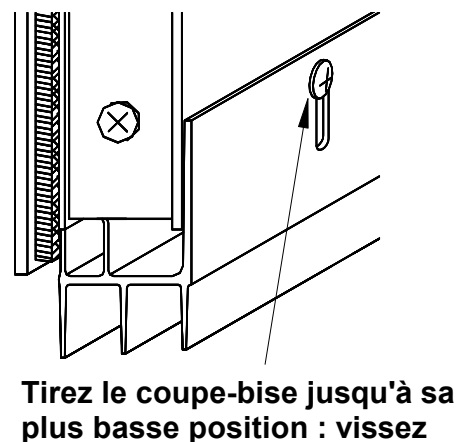

Fig. 3
3. Tirez le coupe-bise jusqu'à ce qu'il soit complètement déployé et vissez. Voir Fig. 3.